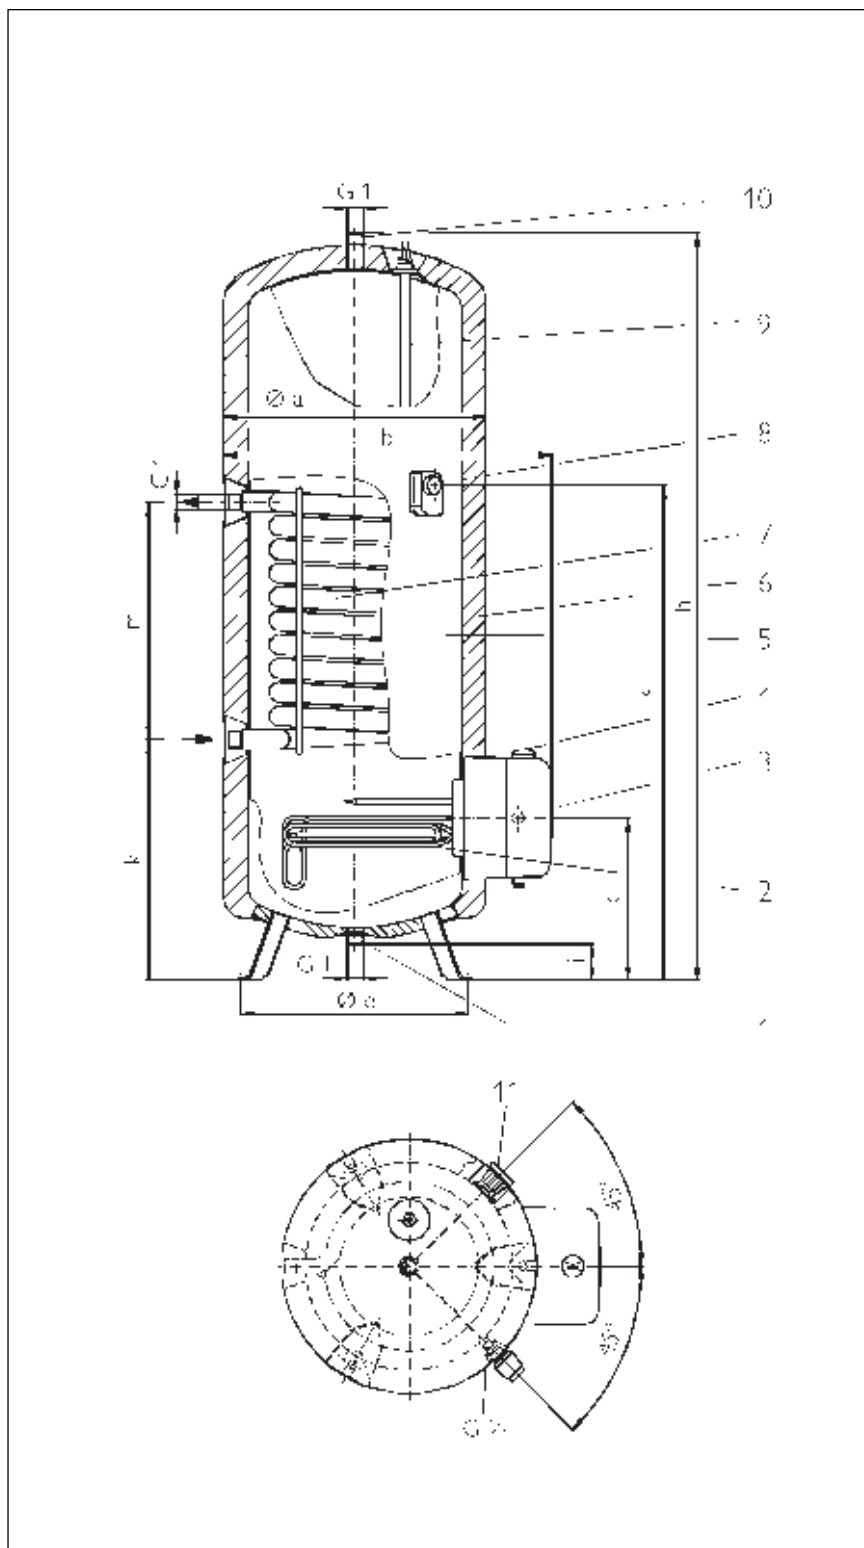
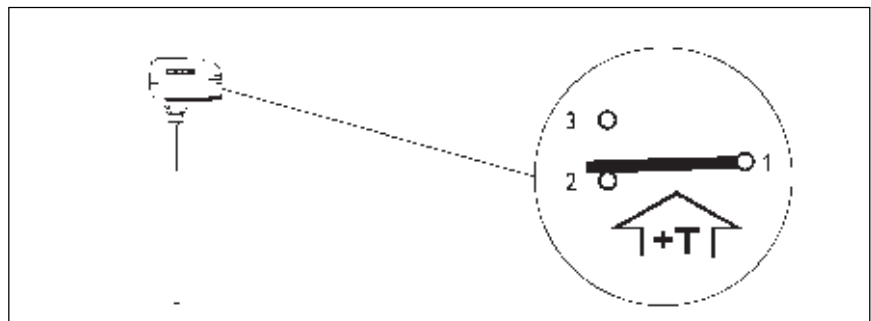
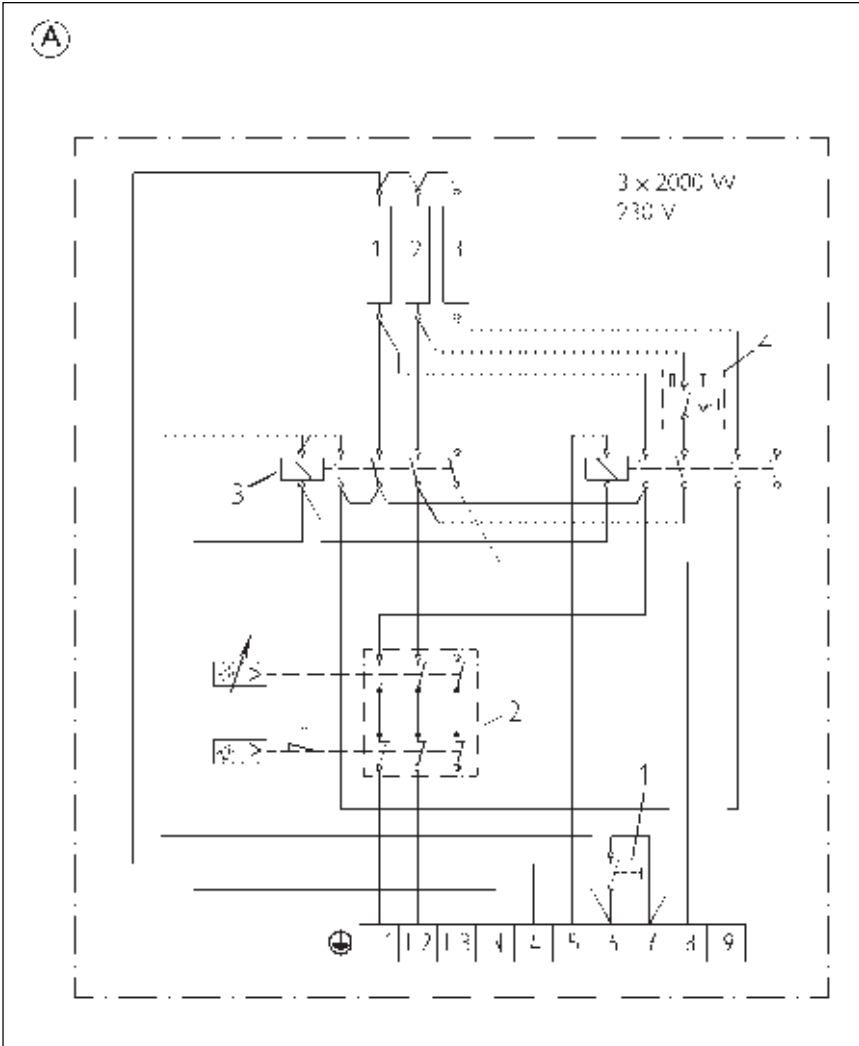

Рис. 3
Рис. 6
Рис. 7
Описание (рис. 3)
В случае, если установки циркуляционного прохода не избежать, то необходимо его урегулировать термически и синхронизировать. Для присоединения циркуляции к напольному накопительному водонагревателю следует снять термометр (рисунок 3, пункт II).
- Монтировать регулятор температуры отопительного котла (RWF I N-A). Присоедините к опоре (G 1/2), находящейся слева от теплофланца и смещенной на 45°, стандартную муфту (G 1/2) и приложенный регулятор температуры (рис. 3, п. 8). Уплотнить с помощью пеньки или веревки PTFE. Болтовое соединение, находящееся в помещении распределительного устройства теплофланца, необходимо ввинтить в резьбовое соединение корпуса регулятора. Накопитель не имеет отдельного температурного ограничителя у теплообменного устройства. Эта функция должна быть обеспечена через источник тепла (напр. отопительный котел). Регулятор температуры включен однополюсно (рис. 6). Диапазон установки температуры – 30 - 90 °С. Максимальное установочное ограничение регулируемое, первоначально установлено на 60 °С.
Учитывайте VDE 0100 и предписания местной организации электроснабжения. Прибор рассчитан на подключение стационарно проложенной проводкой. Напольные накопители SHW имеют режим обычного и быстрого нагрева, включаемый кнопкой быстрого нагрева. Если энергоснабжающая организация не допускает быстрое нагревание, то кнопку (рис. 3, пункт 3) необходимо закрыть пластмассовым колпачком, находящимся в коробке распределительного устройства. Теплопроизводительность обычного нагревания установлена на длительность нагревания 8 часов (силовой выключатель на “I”, рис. 7, пункт 4). Если энергоснабжающая организация не допускает такой длительности – она может быть установлена на “II” (4 часа).
- С помощью коммутационного контакта ручки выбора температуры (рис. 6) 6 [3,5] A / 230 V может быть настроено приоритетное включение или циркуляционный насос с приоритетным включением.
(A) Схема соединений (рис.7)